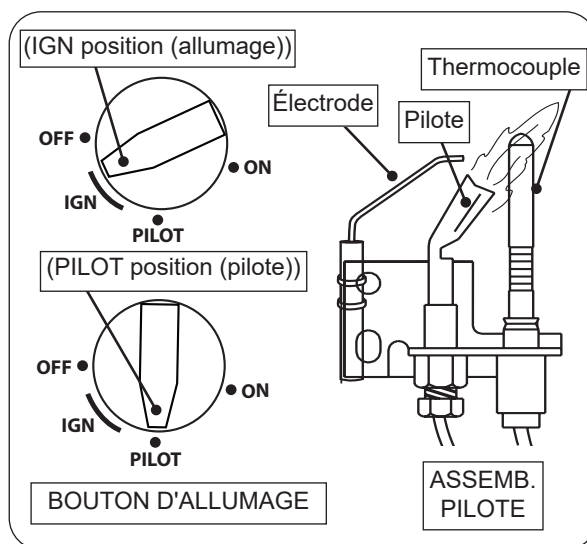

Fig. 72-1 Éclairage pilote
- Localisez l'assemblage de la veilleuse sur le côté ou à l'arrière du bac du brûleur (voir Fig. 72-1).
- Tout en maintenant le bouton enfoncé, tournez le bouton de commande dans le sens antihoraire  vers **PILOT** (pilote) jusqu'à ce que vous entendiez un clic (l'allumeur piézo-électrique s'activera et allumera la veilleuse). Continuez à maintenir le bouton enfoncé pendant environ une (1) minute après l'allumage de la veilleuse. Relâchez le bouton et il ressortira. La veilleuse restera allumée. Voir la Fig. 72-1. S'il s'éteint, répétez les étapes 2 à 5.